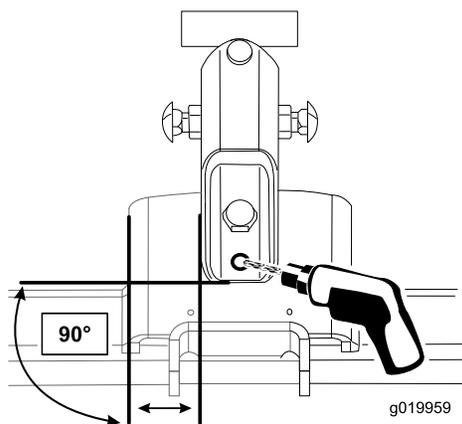

Figura 6
4. Taladre a través del segundo taladro del soporte de pivote y por la chapa de la máquina (Figura 6).